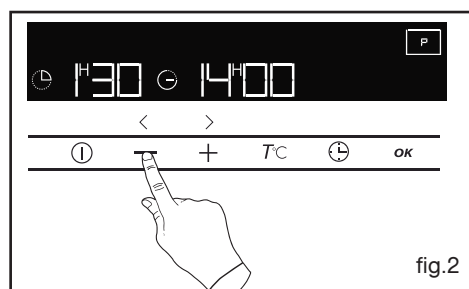

fig.2
Appuyez sur la touche + ou - pour obtenir la durée souhaitée (fig.2).
- Validez en appuyant sur **OK** (fig 2).